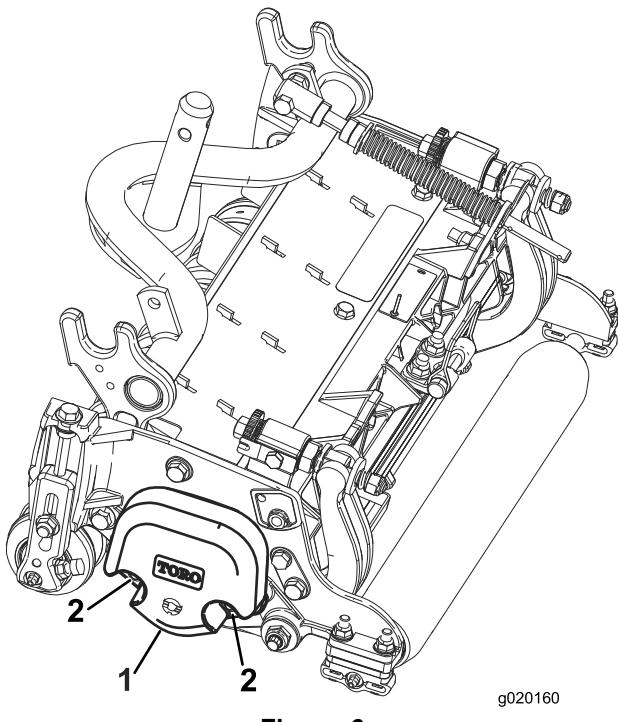

Figura 6
1. Nas unidades de corte nº 2, nº 4 e nº 4, remova as 2 porcas de bloqueio que prendem o contrapeso à extremidade esquerda da unidade de corte. Remova o contrapeso (Figura 6).